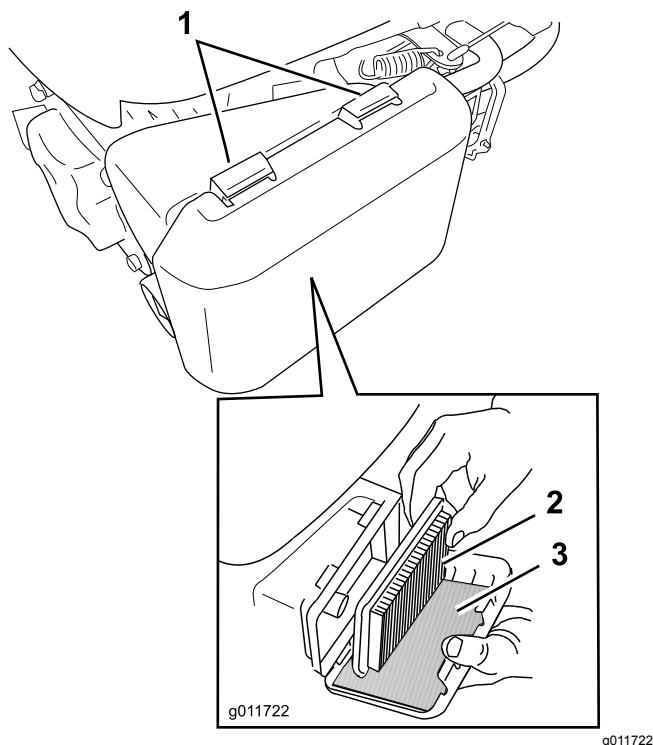

Figura 23
1. Premete sulle linguette di chiusura sul coperchio del filtro dell'aria (Figura 23).
3. Estraiete il filtro aria di carta e il prefiltro in schiuma sintetica (Figura 23).